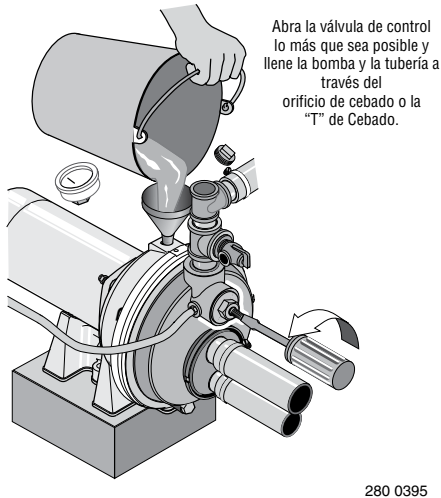

Figura 12: Llenado de la bomba
1. Abra la válvula de control lo más que sea posible (vea la Figura 12). Después retire el tapón de cebado de la bomba y llénela, llenando toda la tubería entre la bomba y el pozo; asegúrese de que toda la tubería en el pozo esté llena. Si también instaló una "T" de cebado en la tubería de succión, retire el tapón de la "T" y llene la tubería de succión.